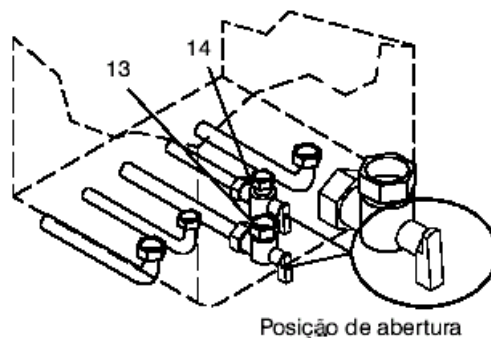

Fig. 6.1.
5. Abrir o passador 14, fig. 6.1.